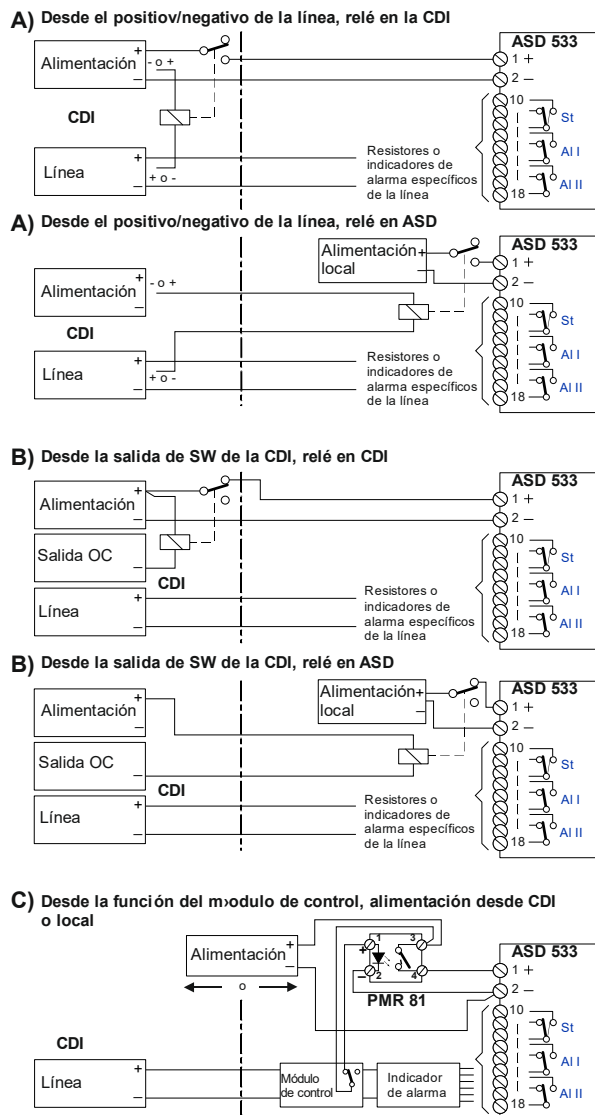

Fig. 34 Control a través de la alimentación con relés
La activación del relé auxiliar se puede realizar de las siguientes maneras (véase Fig. 34):
- Al aplicar la tensión de alimentación, los elementos de protección CEM instalados en la entrada del sistema electrónico del ASD provocan un pico de corriente momentáneo (5 A/1 ms). Si se utilizan relés auxiliares con una carga de contacto máxima de 1 A, esto puede provocar que el contacto de los relés quede pegado. Por ello deberán utilizarse **principalmente** relés auxiliares con una carga de contacto **superior a 1 A**, como los relés semiconductores PMR 81 (véase Fig. 34 C)).